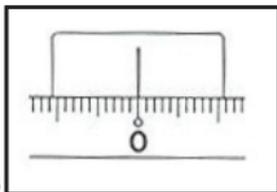

Рис.16
2) Наведитесь на точку А и вращайте лимб „9” до совмещения индекса с отсчетом 0°. (Рис.16)